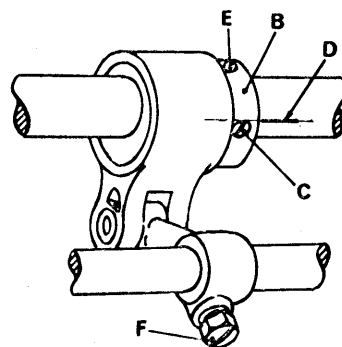

fig. 6
- Regolare l'eccentrico B (fig. 6) per lo spostamento frontale del crochet, in modo che la tacca D incisa sull'albero corrisponda alla tangente superiore della vite C.
- Controllare che la punta del crochet nella sua corsa verso sinistra, passi a circa 0,05 mm. dall'incavo dell'ago di destra. Se cio' non avvenisse, regolare il gruppo mediante la vite F (fig. 6).